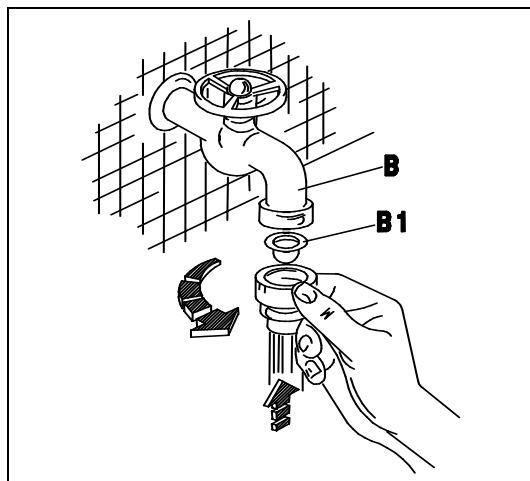
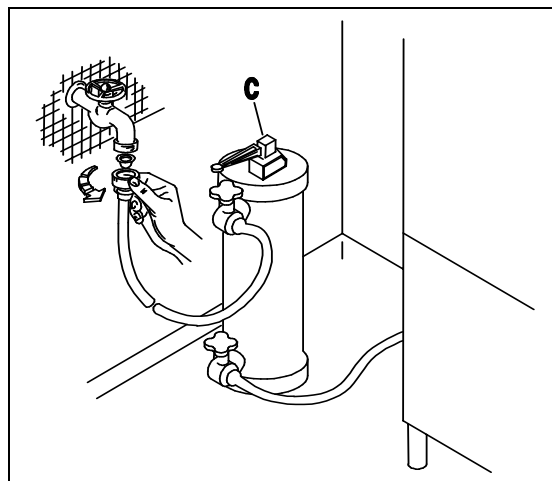
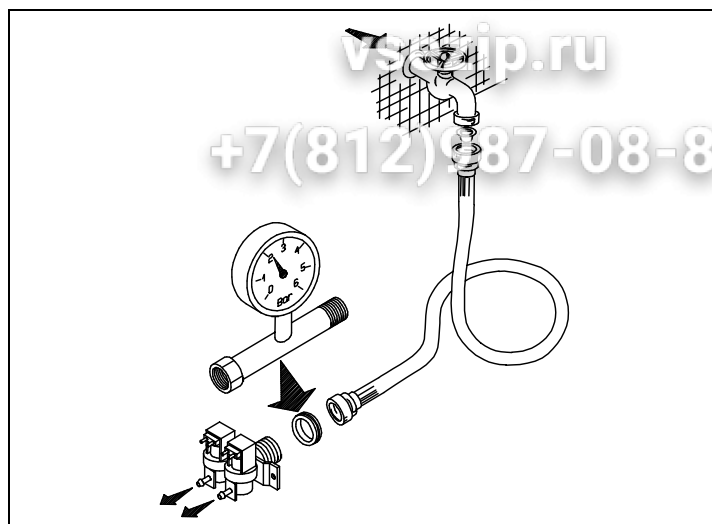
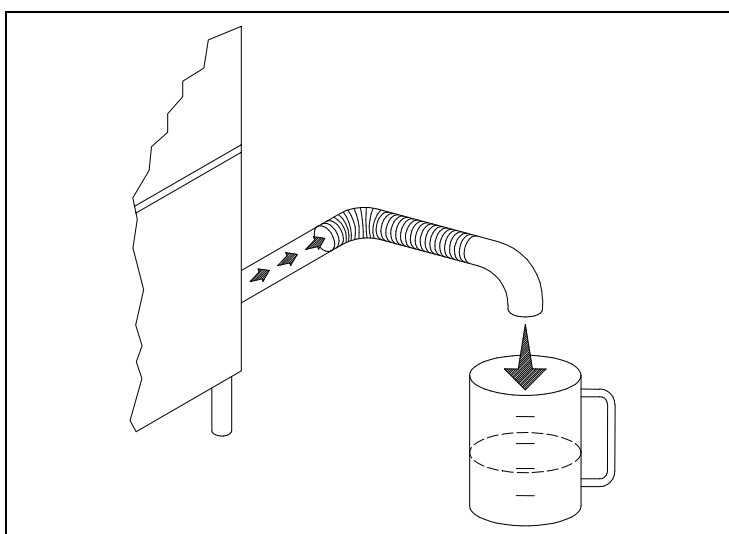

Fig. 2-2
Fig. 2-3
Fig. 2-4
Fig. 2-5
- L'apparecchio è previsto per l'allacciamento all'acqua fredda o calda (max 50 ÷ 55°C), con una pressione a valvola aperta come indicato nella Tab. 2-1. In caso di pressione superiore alla massima consigliata, bisogna installare un riduttore di pressione. In caso di pressione inferiore alla minima consigliata, bisogna installare una pompa di aumento pressione di max 0.5 Hp, con una portata di 20 L/min ed una prevalenza di 15÷20 mt.. Il controllo della pressione deve essere effettuato all'ingresso dell'elettrovalvola (ved. fig.2-4). La condotta dell'acqua deve avere un diametro interno di almeno 16/18 mm (ved. fig.2-5). Collegare il tubo di carico acqua dell'apparecchio ad un rubinetto d'intercettazione (B), posto preferibilmente nelle immediate vicinanze dell'apparecchio, interponendo l'apposito filtro in dotazione (B1) (ved. fig.2-2). Si consiglia l'installazione di un decalcificatore (C) (non in dotazione), montato a monte dell' elettrovalvola della macchina (ved.fig.2-3).
- The appliance is designed for connection to the cold or hot water supply (max. 50 55°C) at a mains pressure with the valve open as shown in Table 2-1 and a minimum output of 10 litres/min. If pressure exceeds the maximum, fit a pressure reducer. If pressure is lower than the minimum, fit a pressure booster pump of max. 0.5 HP, with an output of 20 litres/min. and a head of 15-20 metres. Pressure must be measured at the solenoid valve inlet (see fig. 2-4). The water pipes must have an internal diameter of at least 16/18 mm (see fig. 2-5). Connect the appliance water supply pipe to a cut-out tap (B), preferably placed close to the appliance, fitting the special filter provided (B1) (see fig. 2-2). We recommend fitting a water softener (C) (not provided) upstream from the machine solenoid valve (see fig. 2-3).
- Das Gerät ist für den Anschluss an Warm-und Kaltwasser (max. 50-55°C) vorgesehen, wobei der Druck bei offenem Ventil dem in Tab. 2-1. Bei höherem Druck als dem empfohlenen einen Druckminderer installieren. Bei niedrigeren Druck als empfohlen eine Druckerhöhungspumpe mit max. 0,5 PS , einer Förderleistung von 20l/min und einer Förderhöhe von 15-20m installieren. Die Druckkontrolle muss am Eingang des Elektroventils erfolgen (siehe Bild 2-4). Die Wasserleitung muss einen Innendurchmesser von mindestens 16/18 mm aufweisen (siehe Bild 2-5). Den Zulaufschlauch des Gerätes an einen möglichst nahegelegenen Wasserhahn (B) anschliessen und den vorgesehenen Filter (B1) anbringen (siehe Bild 2-2). Der Einbau eines Etkalkers (C) wird empfohlen; dieser gehört nicht zur Ausstattung und muss vor dem Elektroventil der Maschine eingebaut werden. (siehe Bild 2-3).
- L'appareil peut être raccordé à l'eau froide ou chaude (50:55°C max) à une pression, soupape ouverte, comme indiqué dans le Tableau 2-1. Si la pression dépasse la pression maximum conseillée, il faut installer un réducteur de pression. Si la pression est inférieure à la pression minimum conseillée, il faut installer une pompe pour faire augmenter la pression de 0,5 Hp max., à un débit de 20 litres /min et à une hauteur d'élévation de 15-20 m. Le contrôle de la pression sera effectué à l'entrée de l'électrovanne (voir fig. 2-4). Les conduites d'eau auront un diamètre interne d'au moins 16/18 mm (voir fig. 2-5). Raccorder la conduite d'arrivée de l'eau de l'appareil à un robinet secondaire (B), installé si possible tout près de l'appareil, après avoir intercalé le filtre spécial fourni (B1) (voir fig. 2-2). Nous conseillons d'installer un adoucisseur (C) (non fourni) qui sera monté en amont de l'électrovanne de la machine (voir fig. 2-3).
- Este aparato se puede alimentar con agua caliente o fría (máx. 50 ÷ 55°C); la presión del agua con válvula abierta está indicada en la Tabla 2-1. En caso de que la presión fuera superior a la máxima que se aconseja, instale un reductor de presión; si fuera demasiado baja, instale una bomba de aumento de presión de 0,5 Hp (máximo), con un caudal de 20 litros por minuto y una altura de elevación de 15 a 20 m. El control de la presión se debe efectuar en la entrada de la electroválvula (véase fig. 2-4). La tubería del agua debe tener un diámetro interior de 16-18 m. por lo menos (véase fig. 2-5). Conecte el tubo de alimentación del agua del aparato a un grifo de paso (B), que irá montado preferentemente muy cerca del aparato, tras interponer el filtro (B1) del equipamiento base (véase fig. 2-2). Es aconsejable instalar un descalcificador (C) (que no forma parte del equipamiento base). El descalcificador irá montado antes de la electroválvula de la máquina (véase fig. 2-3).
- O aparelho é predisposto para ser alimentado com água fria ou quente (máx 50-55°C), com uma pressão, com a válvula aberta, como indicado na Tab. 2-1 e com um fluxo de 10 lt/min. No caso de uma pressão superior à máxima indicada, é necessário instalar um redutor de pressão. No caso de a pressão ser inferior à indicada, é necessário instalar uma bomba de máx 0,5 Hp, com um fluxo de 20 lt/min. O controle da pressão deve ser efetuado na entrada da electroválvula (ver figura 2-4). O tubo de água ou mangueira deve ter um dia metro interno de pelo menos 16/18 mm (ver fig. 2-5). Conectar o tubo de alimentação de água do aparelho à uma torneira de fechamento manual (B), colocada de preferencia proxima ao aparelho, conectando o filtro em dotação (B1) (ver fig. 2-2). Aconselha-se a instalação de depurador (filtro) de águas duras (calcário) (C), o qual não é previsto no fornecimento da máquina, montado antes da entrada da electroválvula (ver fig. 2-3).
- Het apparaat is geschikt voor aansluiting op warm of koud water (max. 50 - 55°C), met een druk bij geopend ventiel zoals aangegeven in Tab. 2-1. Bij een hogere druk dan de geadviseerde maximum druk moet er een drukregelaar geïnstalleerd worden. Bij een lagere druk dan de geadviseerde minimum druk moet een drukverhogingspomp van max. 0,5 HP geïnstalleerd worden met een opbrengst van 20 l/min en een opvoerhoogte van 15-20 m. De controle van de druk moet op de ingang van het elektroventiel gecontroleerd worden (zie afb. 2-4). De waterslang moet een inwendige diameter van ten minste 16/18 mm hebben (zie afb. 2-5). Sluit de watertoevoerslang van het apparaat aan op een afsluitkraan (B) die bij voorkeur dicht bij het apparaat geplaatst moet zijn en zet het speciale meegeleverde filter (B1) ertussen (zie afb. 2-2). Er wordt geadviseerd om een waterontharder (C) (niet meegeleverd) te installeren, die vóór het elektroventiel van de machine geplaatst moet worden (zie afb. 2-3).